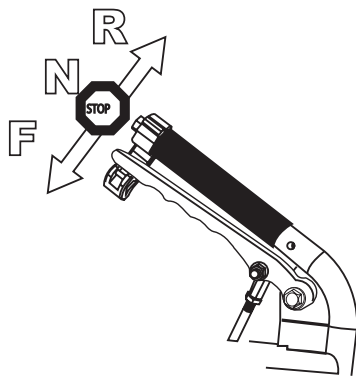

Figura 4
2. Consulte la Figura 4 para las siguientes instrucciones.